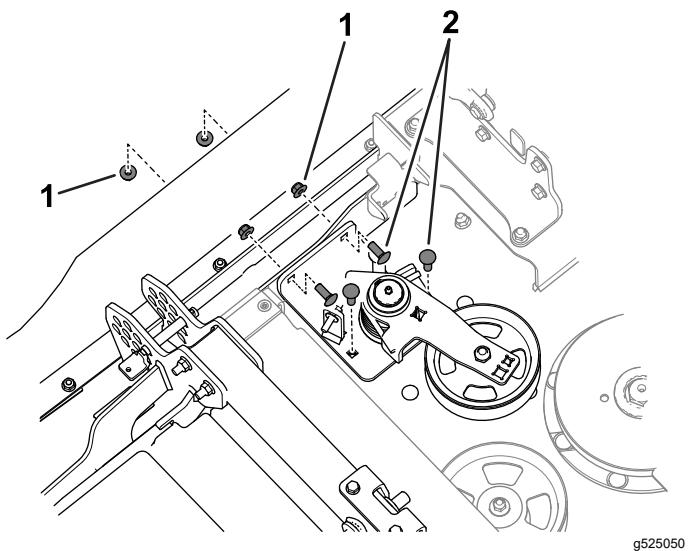

Рисунок 3
3. Снимите каретные болты и гайки, которые крепят натяжитель в сборе к режущему блоку (Рисунок 3).